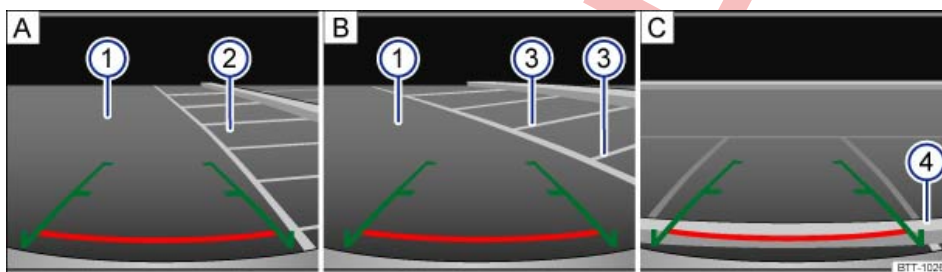

Fig. 192 Visualización en la pantalla del sistema de infotainment: aparcar con el asistente de marcha atrás.
Leyenda de la representación esquemática fig. 192:
2.	Sitúe el vehículo delante del hueco de aparcamiento ② ⇒ fig. 192 A .
4.	Retroceda lentamente a la vez que gira el volante B de manera que las líneas laterales verdes se introduzcan en el hueco de aparcamiento seleccionado ②. Tenga en cuenta el siguiente mensaje: ¡Compruebe la trayectoria! ⇒  en Introducción al tema de la página 311!